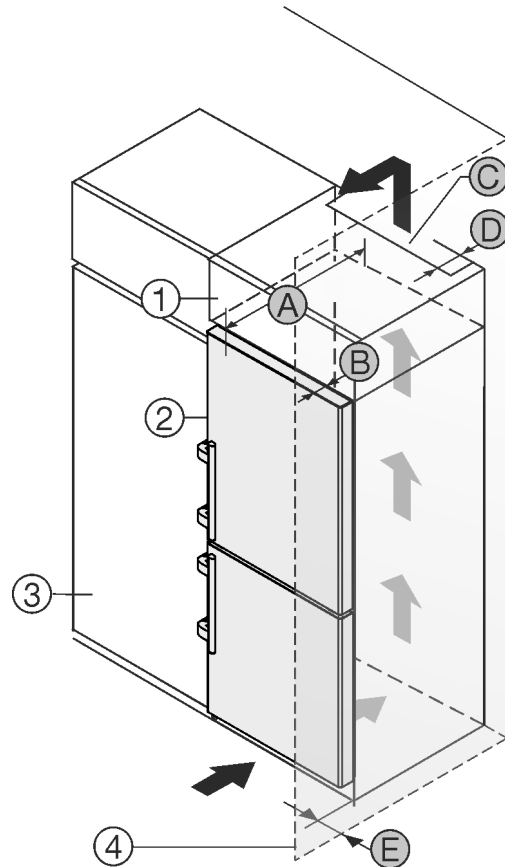

Fig. 2
Prietaisą galite statyti iš karto šalia virtuvės spintelės Fig. 2 (3).*
Galinėje uždedamos spintelės pusėje turi likti tarpas ventiliacijai, kurio gylis Fig. 2 (D) būtų per visą uždedamos spintelės plotį.*
Po patalpos lubomis turi būti laikomasi vėdinimo angos skerspjūvio Fig. 2 (C).*
Jei prietaisas su lankstais statomas greta sienos Fig. 2 (4), mažiausias atstumas tarp prietaiso ir sienos turi būti 57 mm. Tai atitinka rankenų išsikišimą esant atvertoms durims.*
Kad durys atsidarytų iki galo, palyginti su šaldytuvo priekiu, prietaisas turi išsikišti bent per savo durų gylį Fig. 2 (B). Priklausomai nuo virtuvės spintelė Fig. 2 (3) gylis ir atstumą iki sienos nustatančių detalių naudojimo, prietaisas gali išsikišti daugiau.*